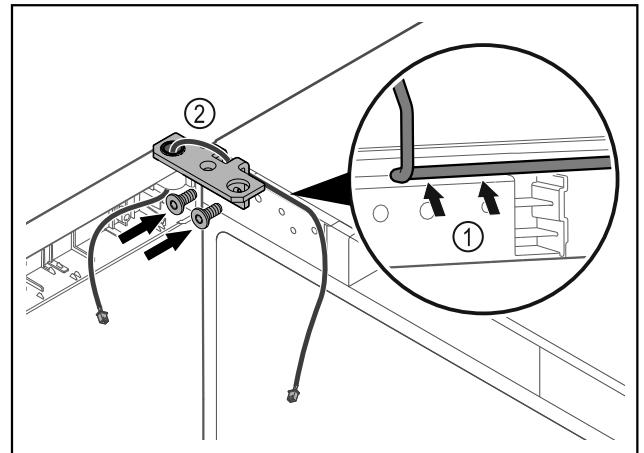

Fig. 38
- Kabel durch die Ausparung des Scharnierwinkels führen und vorsichtig verlegen Fig. 38 (1).
- Scharnierwinkel Fig. 38 (2) anschrauben.